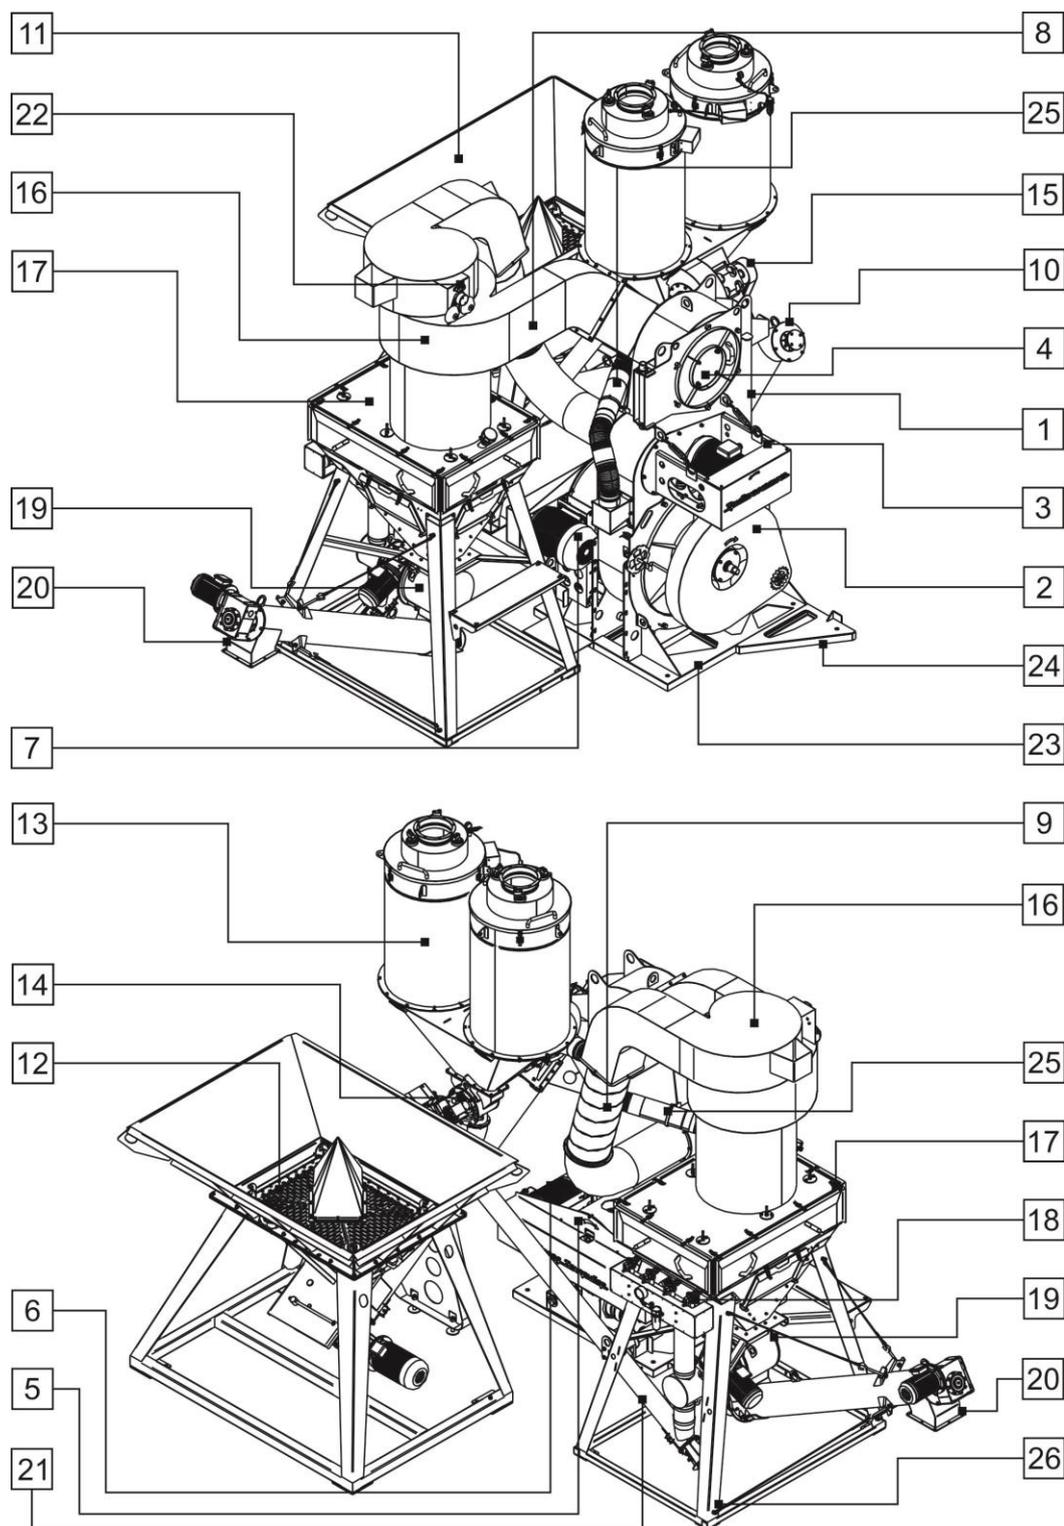

Рис. 2
Изделие (Рис. 2) состоит из монокорпуса (1), в нижней части которого находится блок элеватора (2), в средней - вентилятор наддува (3), в верхней – воздушно-центробежный классификатор (4). С противоположной стороны монокорпуса (1) расположены: обечайка амортизационного блока (5), электродвигатели (6, 7) привода ротора-ускорителя, кожух клиноременной передачи, механизм адаптивной системы натяжения ремней главного привода (АСНР), транспортный (8) и возвратный (9) воздуховоды.
При комплектовании изделия установкой дозирования активирующей смеси «ПАВ-300-12-92» (на Рис. 2 не показана) она может быть расположена со стороны блока элеватора (2), при этом ввод добавки в монокорпус (1) осуществляется через полый вал элеватора.
Для управления работой изделия служат: выносной электрический пульт с блоком БАУ «МИКРОН», шкаф пневматических компонентов систем регенерации, пульт установки дозирования активирующей смеси «ПАВ-300-12-92» (на Рис. 2 не показаны).
В процессе помола в центр ротора-ускорителя, помимо кусков сырья, также может подаваться активирующая добавка. Разогрев активирующей добавки осуществляется в установке дозирования «ПАВ-300-12-92» (на Рис. 2 не показано). Присутствие добавки в зоне интенсивного образования новых поверхностей позволяет получать порошки с высокой степенью гидрофобности при относительно низком расходе активирующей смеси.